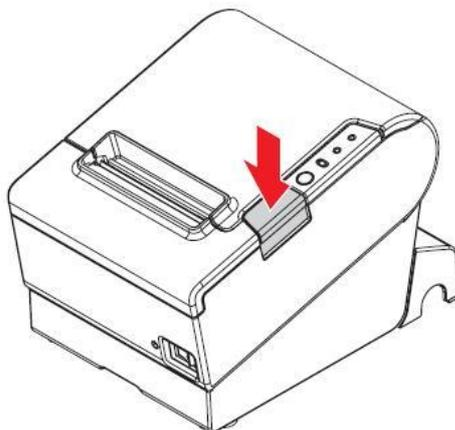
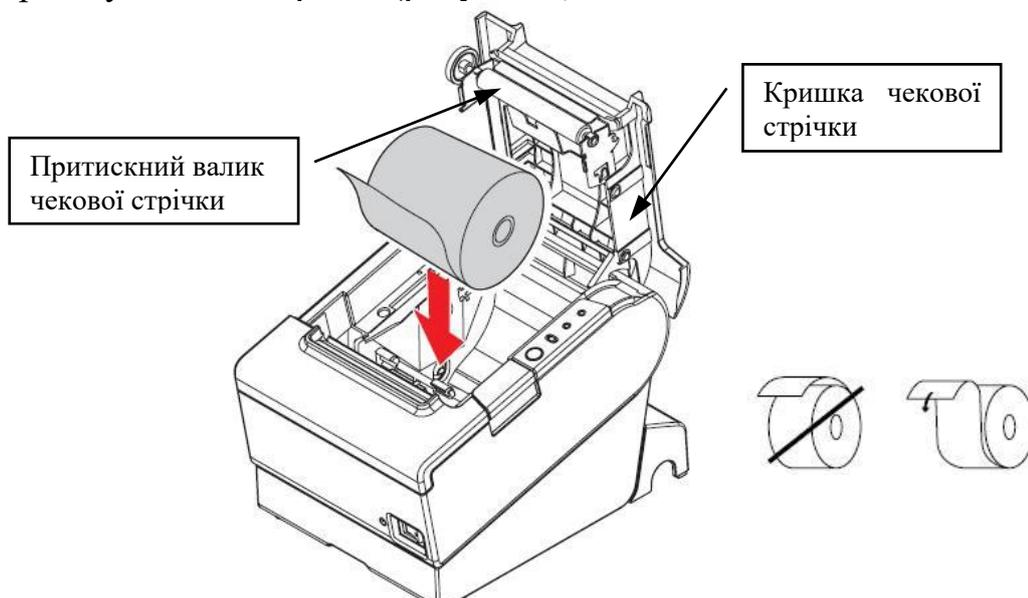

Рисунок 8 - Кнопка відкривання кришки чекової стрічки
Рисунок 9 - Встановлення чекової стрічки
- натисніть кнопку відкривання кришки (рисунок 8) та відкрийте кришку чекової стрічки (рисунок 9).
- вставте рулон паперу в нішу реєстратора (рисунок 9);
- натисніть кнопку (рисунок 8) та відкрийте кришку чекової стрічки (рисунок 9);
Для входу в автономний режим необхідно відкрити кришку чекової стрічки та включити реєстратор (див. рисунок 8).